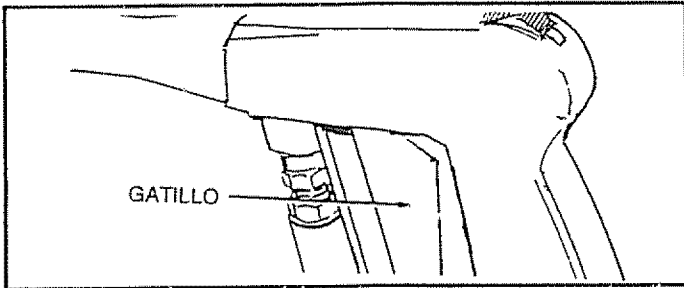

FIG. 18
- Oprima el gatillo de la pistola de la máquina lavadora a presión (Fig. 18).